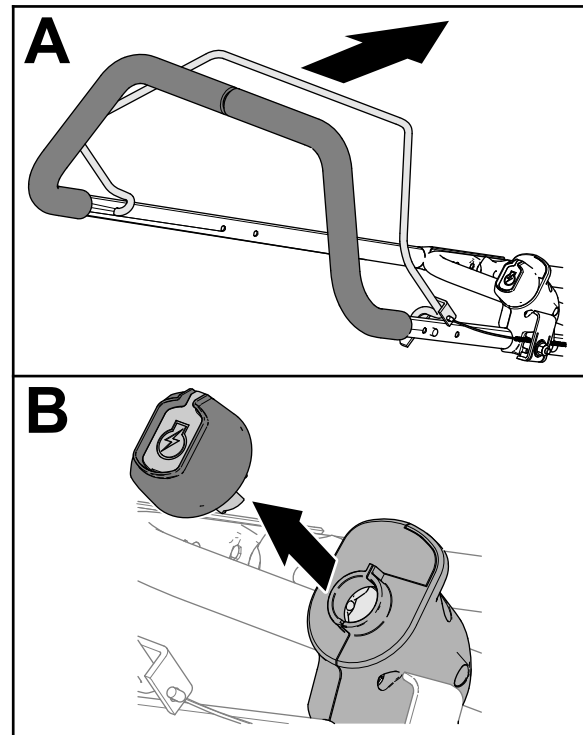

Figur 16
1. För in elstartnyckeln i den elektriska startbrytaren (Figur 16).
2. Fatta tag i handtaget och förarnärvaroreglaget och håll fast reglaget mot handtaget (Figur 16).